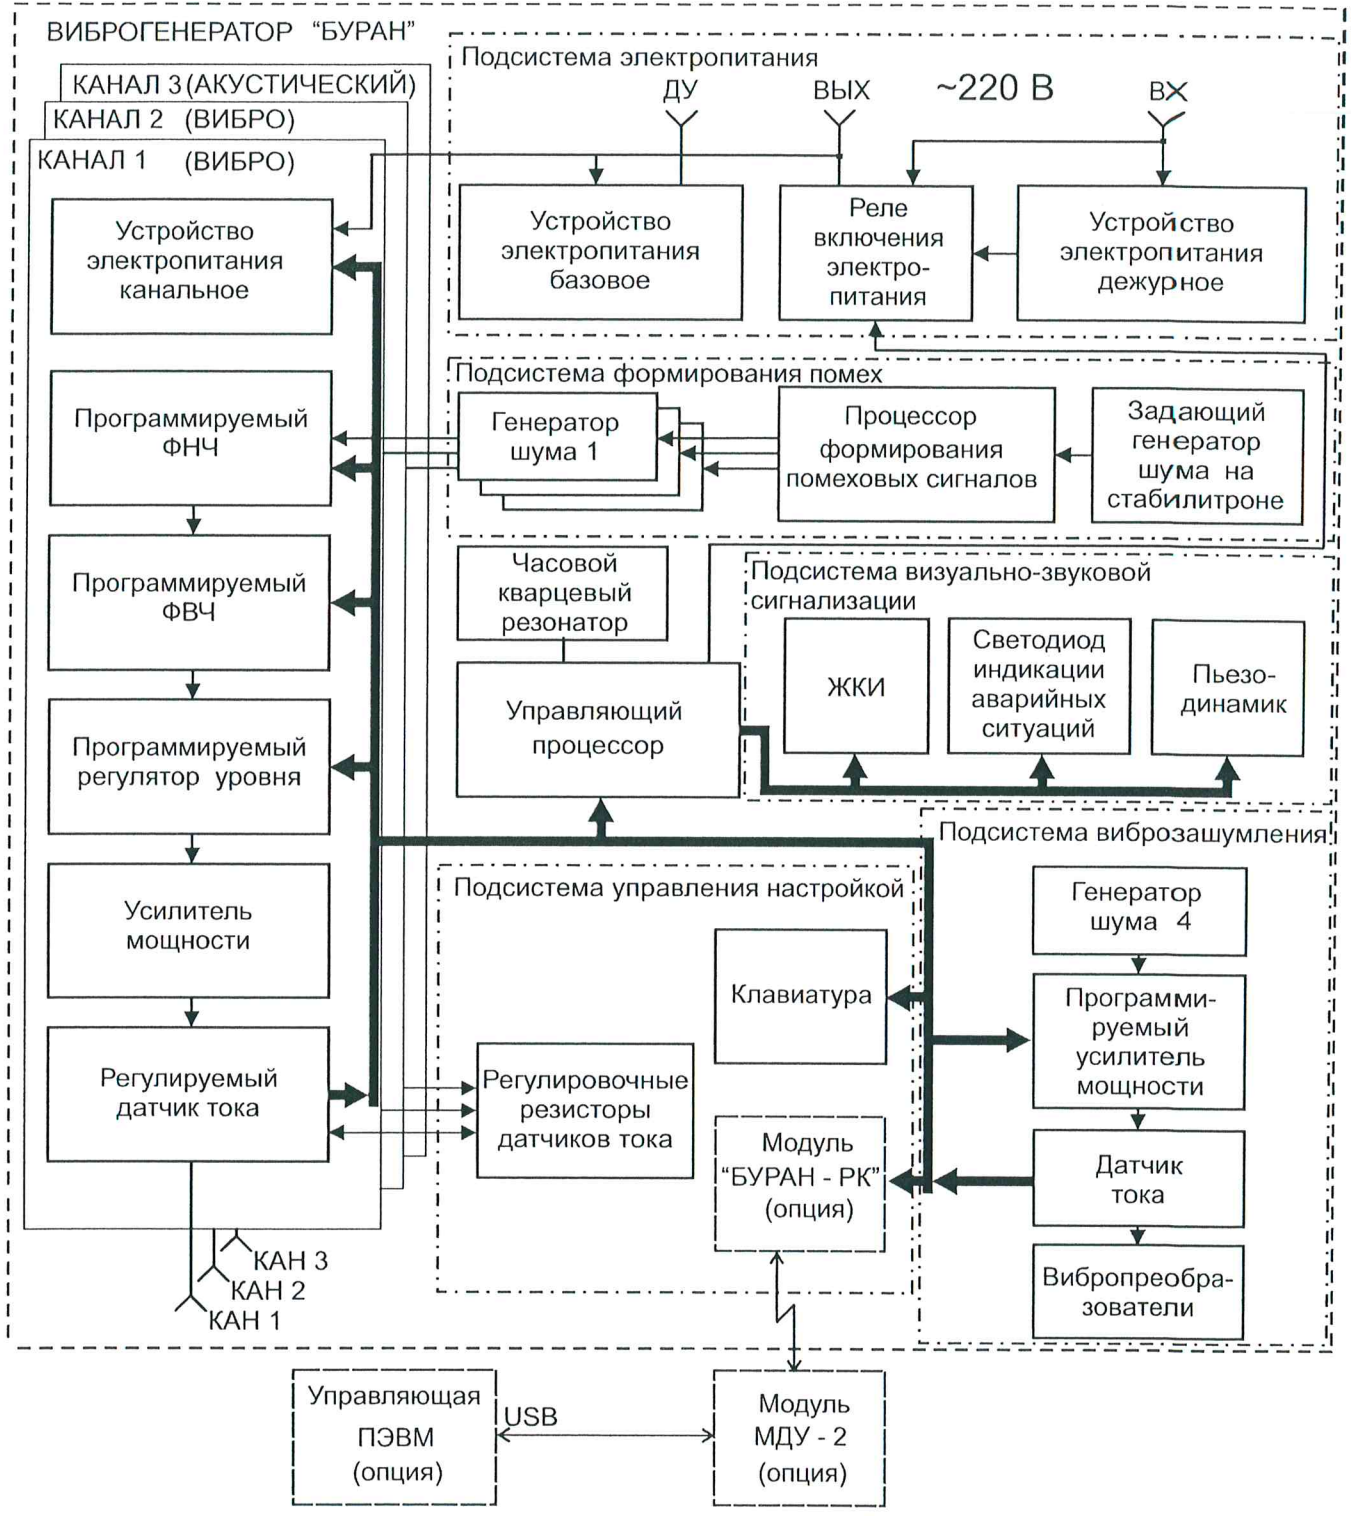

Рисунок 1 – Обобщенная структурная схема виброакустического генератора «БУРАН»
4.1 Обобщенная структурная схема изделия приведена на рис. 1. Генератор включает в свой состав: